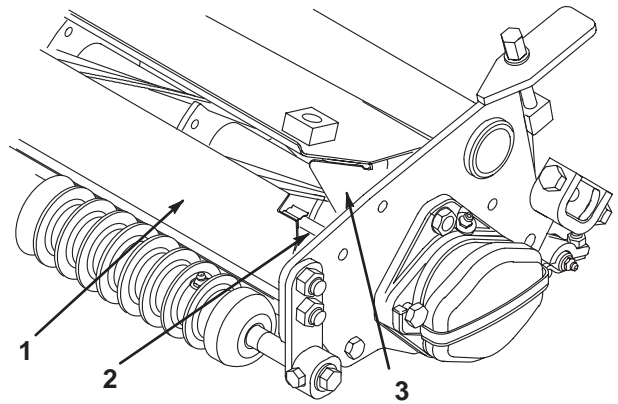

図 11
- A. 前シールド・アセンブリ（図11）を外して廃棄する。さらに各カuttingユニットのサイドプレートに付いているシールド取り付け用スタッドとナットを外して廃棄する。
- C. グラス・シールド・サイド・デフレクタを外側に曲げてカuttingユニットのサイドプレートと面一にする（図11）。